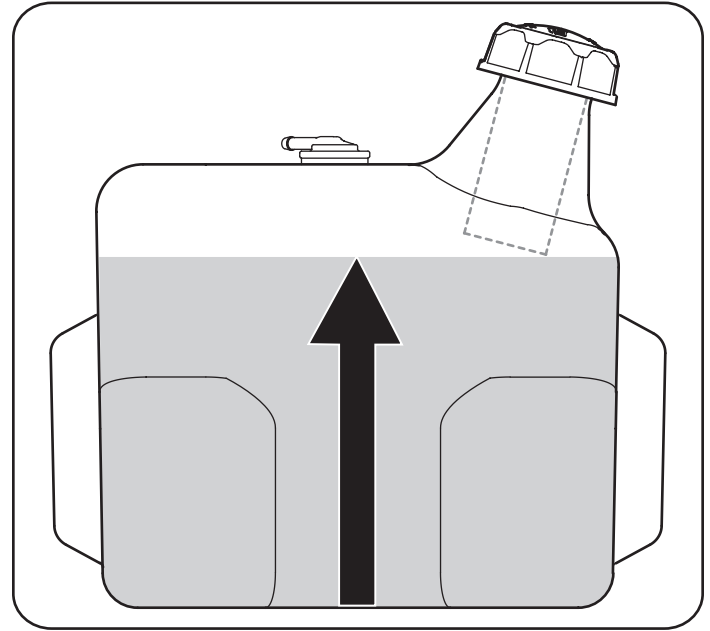

Figura 9
2. Cargue el depósito de combustible con gasolina. Sólo se debe utilizar gasolina limpia, nueva (con menos de 30 días de antigüedad) y sin plomo. Llene el tanque no más de ½ pulgada por debajo de la base del cuello del tapón de carga, para dejar espacio para la expansión del combustible. Consulte la Figura 9.
¡IMPORTANTE! No llene en exceso el depósito de combustible. Llene el tanque no más de ½ pulgada por debajo de la base del cuello del tapón de carga, para dejar espacio para la expansión del combustible. Consulte la Figura 9.